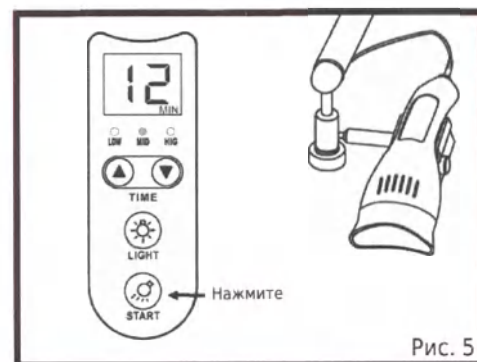

Рис. 5
4. Во время работы при нажатии кнопки «START», изделие перестанет работать и переключится в режим готовности. (Рис. 5)